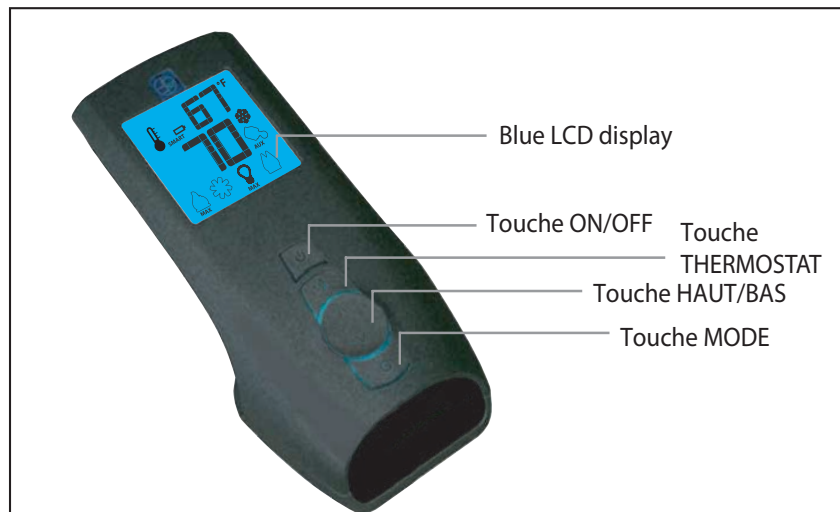
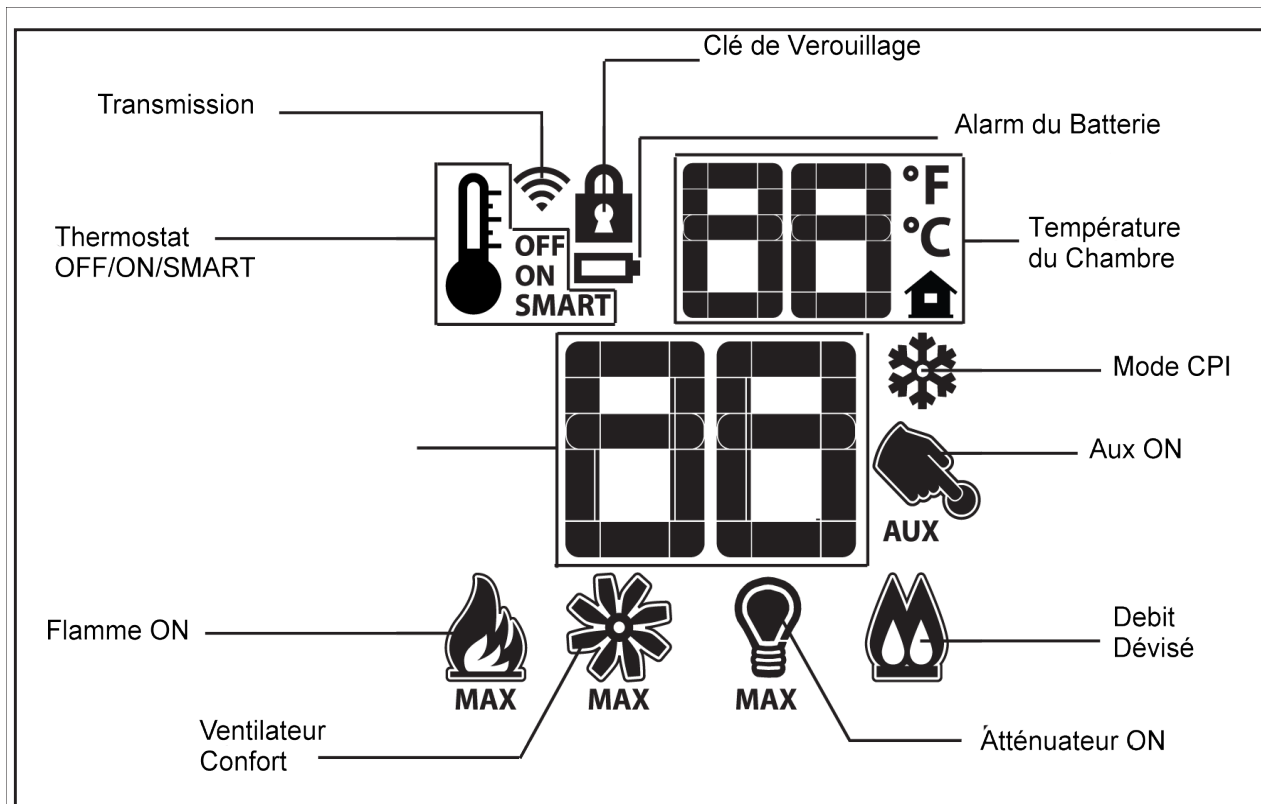
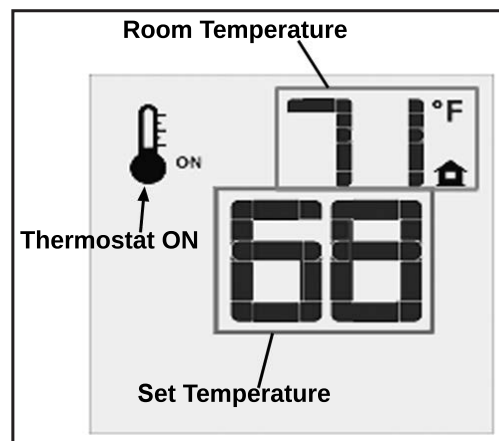
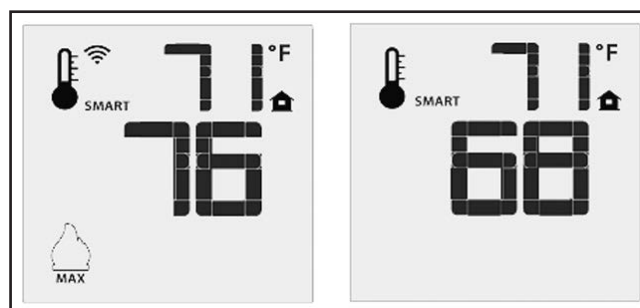

Figure 4: Transmetteur Proflame 2.
Figure 5: Écran LCD de l'émetteur Proflame 2.
Figure 9: La télécommande affiche la température réglée.
Figure 10: Fonction de flamme intelligente de la télécommande.
L'émetteur Proflame 2 est une télécommande noire avec un écran LCD rétroéclairé bleu. Il utilise une conception simplifiée avec une disposition simple des boutons et un affichage LCD informatif (Figure 5). L'émetteur est alimenté par trois (3) piles de type AAA. Une clé de mode est fournie pour indexer les fonctions et une clé de thermostat est utilisée pour allumer/éteindre ou indexer les fonctions du thermostat (Figure 4 et Figure 5)
Appuyez sur la touche ON/OFF de l'émetteur. L'écran LCD de l'émetteur n'affichera que la température ambiante et l'icône (voir Figure 9). Un seul "bip" de l'IFC confirme la réception de la commande et la veilleuse (si l'appareil n'est pas réglé sur veilleuse continue) et le brûleur principal s'éteindront.
La télécommande peut fonctionner comme un thermostat d'ambiance. Le thermostat peut être réglé à la température désirée pour contrôler le niveau de confort dans une pièce. Pour activer cette fonction, appuyez sur la touche Thermostat (voir Figure 4). L'écran LCD de l'émetteur changera pour indiquer que le thermostat d'ambiance est sur "ON" et que la température réglée est maintenant affichée (voir Figure 9). Pour régler la température de consigne, appuyez sur les touches fléchées vers le haut ou vers le bas jusqu'à ce que la température de consigne souhaitée s'affiche sur l'écran LCD de l'émetteur.
La fonction Smart Thermostat ajuste la hauteur de la flamme en fonction de la différence entre la température de consigne et les températures réelles de la pièce. Au fur et à mesure que la température ambiante se rapproche du point de consigne, la fonction intelligente modulera la flamme vers le bas. Pour activer cette fonction, appuyez sur la touche du thermostat (Figure 4) jusqu'à ce que le mot « SMART » apparaisse à droite du graphique de l'ampoule de température (Figure 10). Pour régler la température de consigne, appuyez sur les